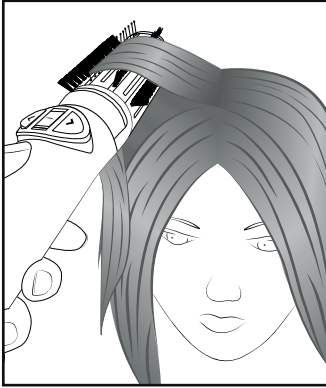

Abb. 2
- Sie können zudem mehr Fülle am Haaransatz erzielen, wenn Sie die Rundbürste **8/9** für einige Sekunden einfach nur unterhalb der Strähne an den Haaransatz halten (siehe Abb. 2). Führen Sie dies ohne Rotationsfunktion durch, sonst verfangen sich die Haare in den Borsten!